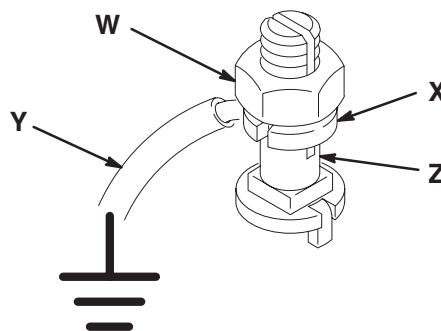

Abb. 1
1. *Pumpe*: Erdungskabel und Klemme verwenden. Siehe Abb. 1.
Die Sicherungsmutter (W) und die Scheibe (X) der Erdungsklammer lösen. Ein Ende eines mindestens 1,5 mm2 dicken Erdungskabels (Y) in den Schlitz der Klammer (Z) stecken und die Sicherungsmutter fest andrehen. Siehe Abb. 1. Das andere Ende des Kabels mit einer guten Masse verbinden. Erdungskabel und Klemme mit Teile-Nr. 222-011 bestellen.